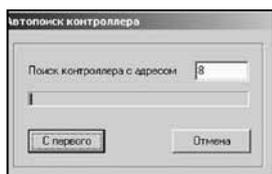

Рисунок 5. Поиск счётчика по адресу
7.4 Каждому счётчику присвоен уникальный номер – его адрес. Для конфигурирования счётчика с известным адресом необходимо в секции «Поиск контроллера» ввести этот адрес в поле «Адрес» - «Найденный» и нажать кнопку «Поиск». Если адрес неизвестен, необходимо ввести в поле «Адрес» - «Найденный» значение «0» и нажать кнопку «Поиск». В окне «Автопоиск контроллера» последовательно увеличивается значение поля «Поиск контроллера с адресом» рисунок 5.